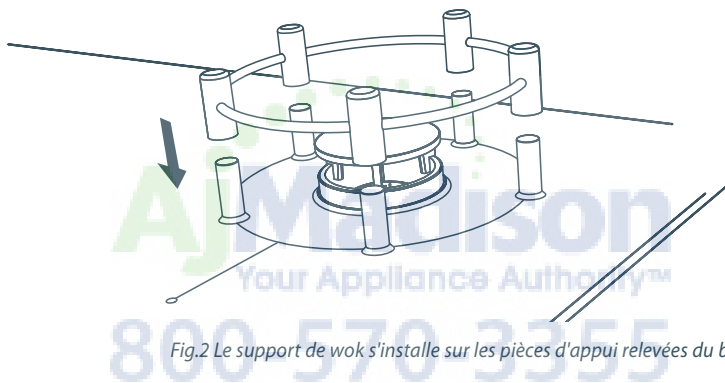

Fig.2 Le support de wok s'installe sur les pièces d'appui relevées du brûleur pour wok
- *Assurez-vous que le support de wok est correctement installé sur les pièces d'appui relevées. (voir Fig.2)*